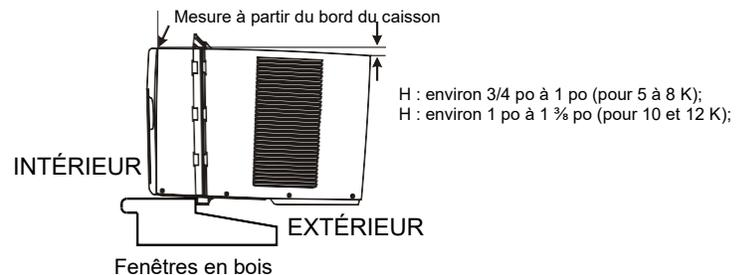
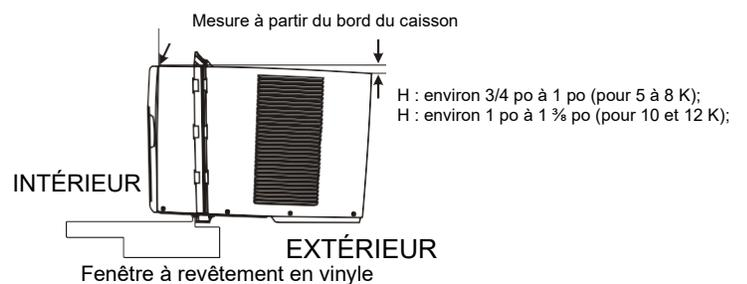

Fig. 5A
Fig. 5B
A. Maintenez fermement le climatiseur, placez avec précaution l'appareil dans l'ouverture de la fenêtre de sorte que le cadre inférieur du climatiseur se trouve contre l'appui de fenêtre (Fig. 5A et Fig. 5B). Fermez délicatement la fenêtre derrière le rail supérieur de l'appareil.
**REMARQUE :** Vérifiez que le climatiseur est incliné vers l'arrière d'environ H (Fig. 5A et Fig. 5B) (inclinaison arrière vers l'extérieur d'environ 3° à 4°). Si votre appareil est correctement installé, la condensation ne doit pas s'évacuer du trou d'évacuation du débit d'air lors d'une utilisation normale; corrigez l'inclinaison dans le cas contraire.